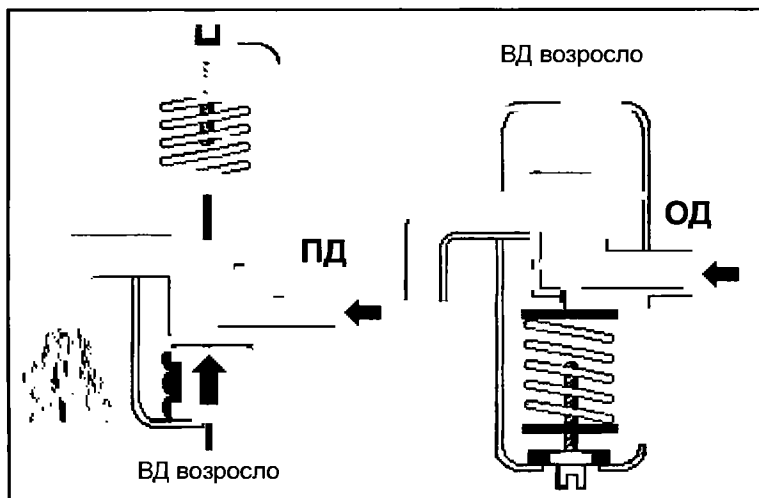

Рис. 68.13.
Чтобы понять причину этого явления, нужно знать, что существуют две разновидности регулятора VP (см. рис. 68.13):
▶ Прямое действие (ПД), где с ростом ВД регулятор открывается (схема на рис. 68.13 слева, наиболее распространенное исполнение регулятора).
▶ Обратного действия (ОД), где с ростом ВД регулятор закрывается (схема на рис. 68.13 справа, специальное исполнение регулятора, используемое в отдельных случаях для гидравлических контуров).
Исполнение регулятора можно поменять с ПД на ОД и наоборот простой перестановкой блоков регулирующей пружины и приемного сильфона ВД на корпусе регулятора. Принцип действия двух исполнений регулятора VP показан на схемах рис. 68.13.